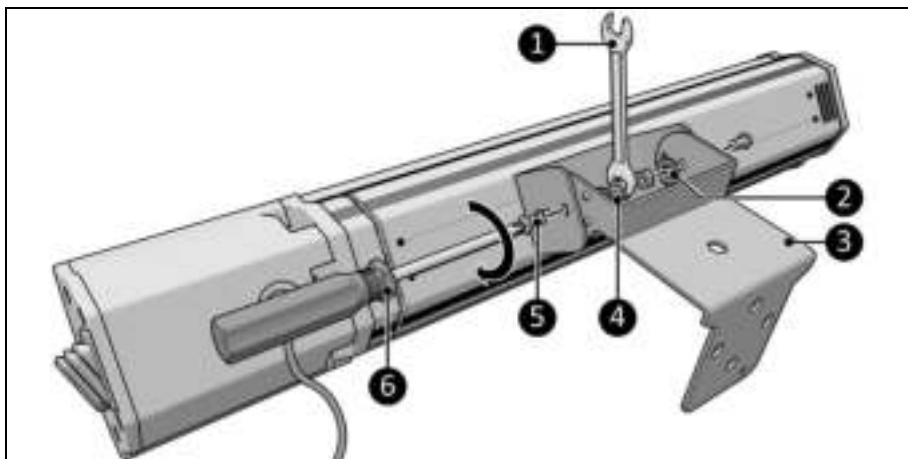

Figura 6
1. Așezați corpul principal pe o suprafață uniformă (Figura 6).
2. Așezați consola de suspendare (Figura 6, poz. 3) între consolele dispozitivului.
3. Înșurubați și strângeți ambele părți cu ajutorul șuruburilor mari (Figura 6, poz. 5), cu ajutorul șaiabelor (Figura 6, poz. 2) și cu ajutorul piulițelor (Figura 6, poz. 4).